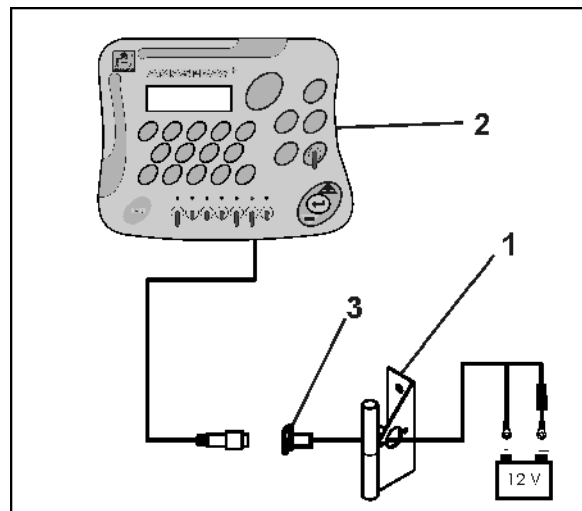

Fig. 15
**Consola (Fig. 15/1) trebuie să fie accesibilă și vizibilă în dreapta conducătorului, neexpusă vibrațiilor și montată la cabină prin contact conductor electric. Distanța față de aparatul de transmisie radio, respectiv antena radio trebuie să fie de cel puțin 1 m.**
Suportul de susținere cu calculatorul (Fig. 15/2) se introduce pe tubul consolei.
Fixați bușa (Fig. 15/3) cablului de conectare a bateriei la consolă.